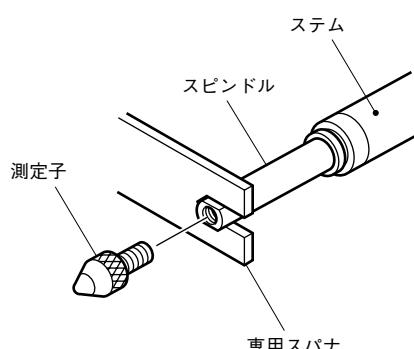

図1.測定子の取付け、取外し
- 測定子を取付け、取外しする際に、付属の専用スパナをお使いください(図1)。スピンドルに0.1 N·m以上のトルクが加わらないようご注意ください。故障の原因となります。また、測定子のねじ込みトルクは0.05~0.06 N·mを目安として締めつけてください。